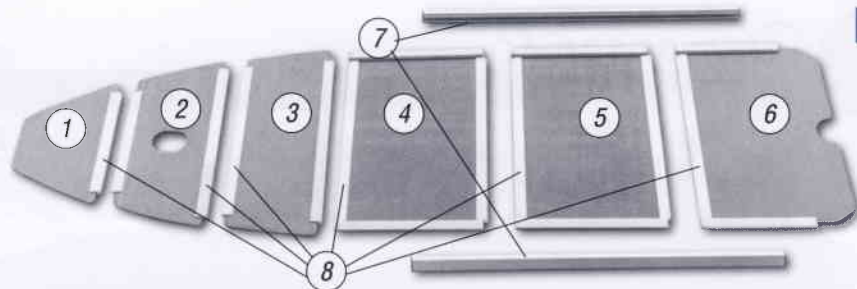

Рис. 4
У моделей N-300S, N-330(S), N-360(S), N-380(S), N-400(S) (рис.4) жесткий настил состоит из носовой секции №1 – малая
- Собрать настил в следующей последовательности (рис.3, рис.4, рис.5, рис.6)